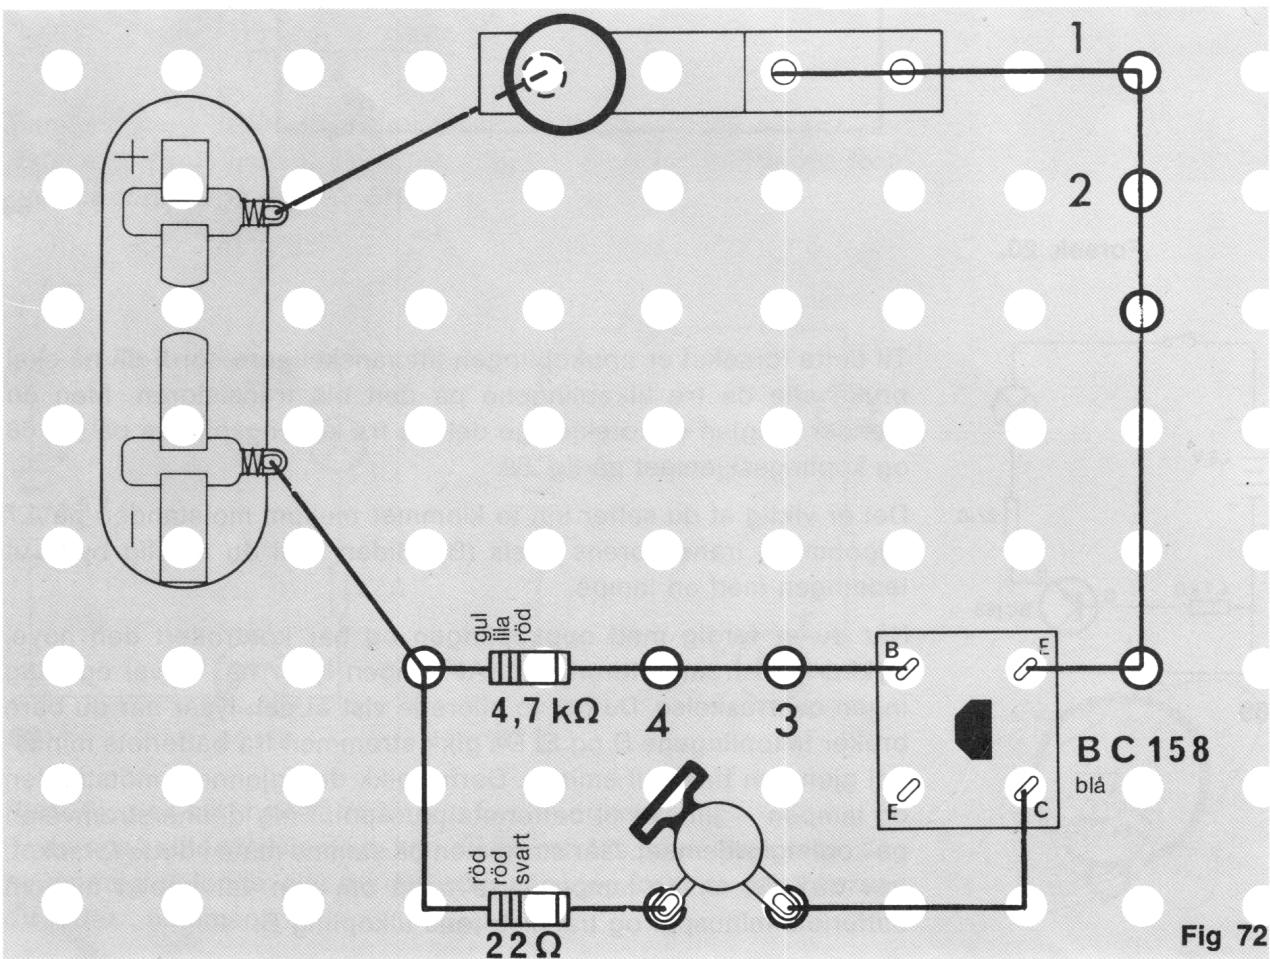

Fig 72
Kanskje lampen lyser om du forsøker å sette den inn mellom kollektor (C) og batteriets minuspol (fig. 72, 73).
Du kan bruke oppkoplingen i fig. 72 ennå en gang.